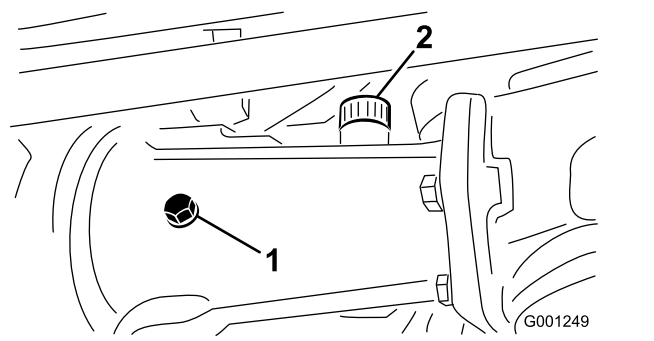
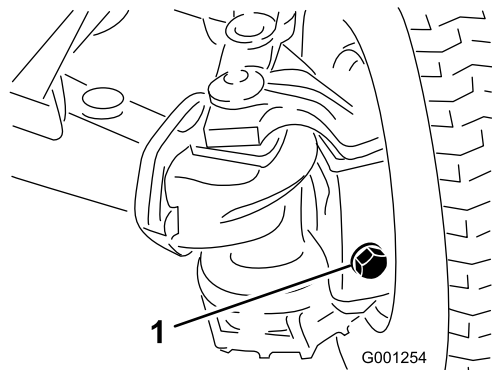

Figure 59
Figure 60
2. Retirez le bouchon de contrôle du carter de pont central, ainsi que les bouchons de remplissage/contrôle de chaque carter de pont extérieur (Figure 59 et Figure 60).
3. Vérifiez que le niveau de lubrifiant atteint le filetage au bas de chaque orifice de bouchon (Figure 59 et Figure 60).
- A. Si vous remplissez le carter de pont central, retirez le bouchon de remplissage (Figure 59).
- B. Faites l'appoint de lubrifiant spécifié dans les réservoirs de pont arrière jusqu'à ce que le niveau atteigne le bas des orifices des bouchons de contrôle (Figure 59 et Figure 60).
- C. Si vous avez retiré le bouchon de remplissage du carter de pont central, appliquez du produit d'étanchéité au PTFE sur le filetage du bouchon et vissez-le dans le carter (Figure 59).
5. Appliquez du produit d'étanchéité au PTFE sur le filetage du bouchon de contrôle du carter de pont central et des bouchons de remplissage/contrôle des 2 carters de pont extérieur (Figure 59).
remplissage/contrôle dans les 2 carters de pont extérieur (Figure 59 et Figure 60).
1. Bouchon de vidange (3)
8. Appliquez du produit d'étanchéité au PTFE sur le filetage du bouchon de contrôle du carter de pont central et des bouchons de remplissage/contrôle des 2 carters de pont extérieur ; voir la Figure 59 et la Figure 60 à la rubrique Contrôle du lubrifiant du pont arrière (page 56).
9. Revissez le bouchon de contrôle dans le carter de pont central et les bouchons de remplissage/contrôle dans les 2 carters de pont extérieur ; voir la Figure 59 et la Figure 60 à la rubrique Contrôle du lubrifiant du pont arrière (page 56).